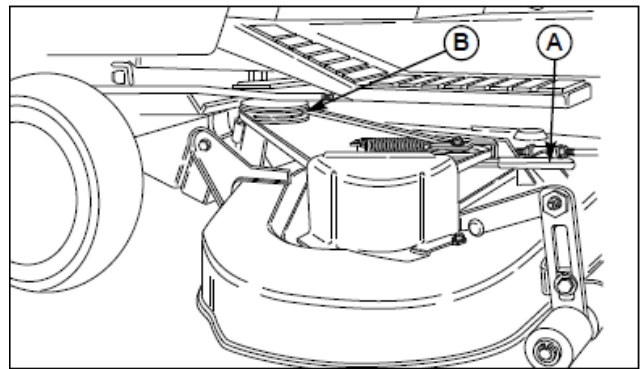

図 11 ベルトの脱着
5. ベルトを PTO プーリー(図 11 の B)から外します。
5. 図 11 のようにアイドルアーム(A)を引っ張り PTO プーリー(B)にベルトを入れます。
7. ベルトをPTOプーリ(図 11 の B)からはずします。
8. 図 11 のようにイドラアーム(A)を動かしてベルトテンションを緩め、ベルトを PTO プーリ(B)に入れます。